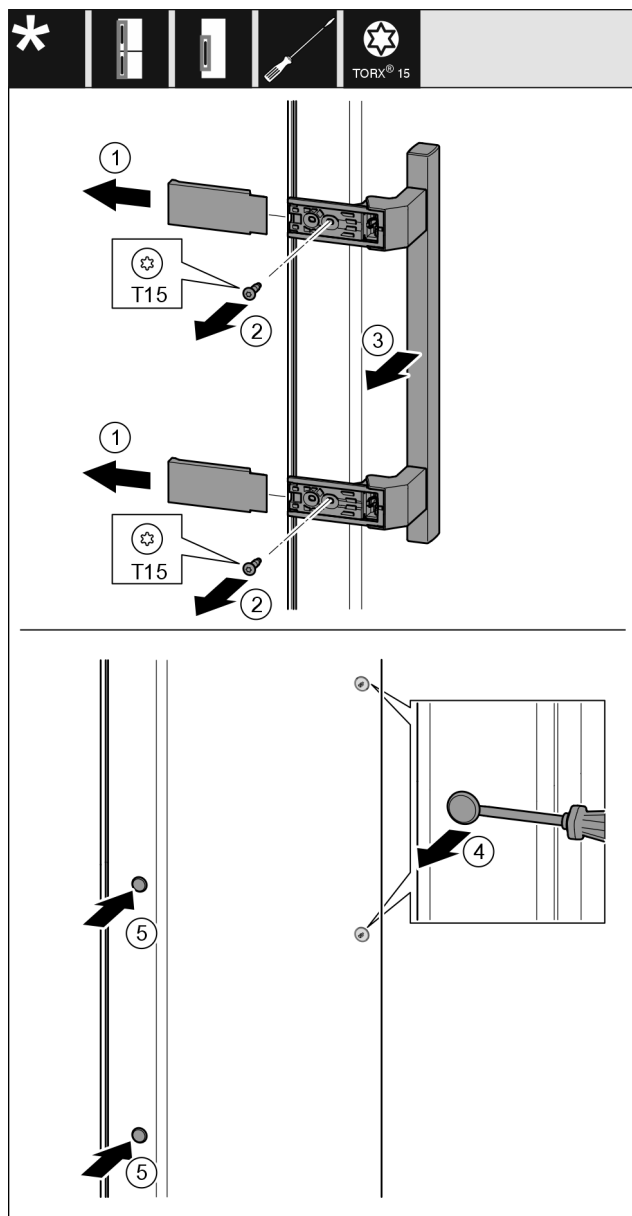

Fig. 22
- Зніміть кришку Fig. 22 (1).
- Викрутіть гвинти Fig. 22 (2) за допомогою викрутки.
- Зніміть ручку Fig. 22 (3).
- За допомогою шліцевої викрутки обережно підійміть та витягніть бокові пробки Fig. 22 (4).
- Знову вставте пробки Fig. 22 (5) з іншого боку.